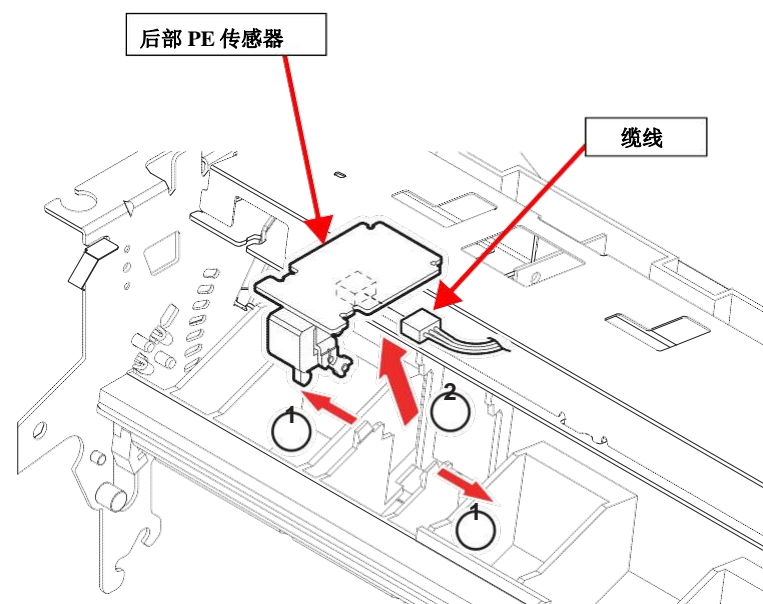

图 4-26. 后部 PE 传感器的拆卸
4. 把后部导纸组件上固定传感器的 2 个凹槽松开，将传感器稍微向后滑动一点儿，然后向下拉传感器将其取出。(参见图 4-26)